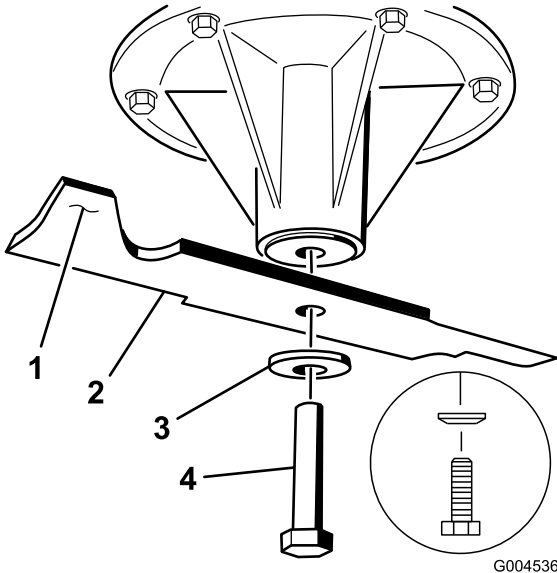

Figure 82
2. Enlevez de l'axe, le boulon, la rondelle bombée et la lame (Figure 82).
relevée seulement (Figure 82). Répétez cette procédure jusqu'à ce que la lame soit équilibrée.